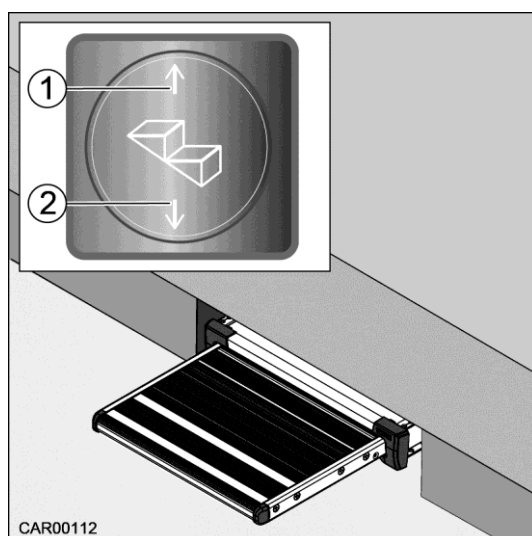

Fig. 6 Marche-pied slide-out
Un signal sonore est audible et le marche-pied peut être rentré en appuyant sur l'interrupteur « Rentrer marche-pied » (Fig. 6/1).
L'interrupteur (Fig. 6/1) se trouve sur la crédence du côté gauche du véhicule.
1. Appuyer sur l'interrupteur à bascule (Fig. 6/2) et le marche-pied sort complètement.
1. Appuyer sur l'interrupteur à bascule (Fig. 6/1) et le marche-pied rentre complètement.